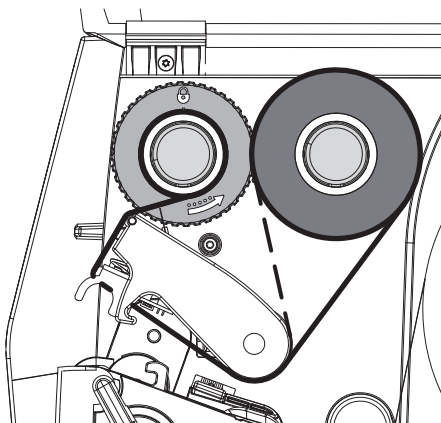

Bild 13 Transferfolienlauf
5. Position des Randstellers auf dem Aufwickler an Breite des Folienkerns (4) anpassen und Folienkern auf den Aufwickler (2) schieben.
6. Transferfolie wie in Bild 13 durch die Druckbaugruppe führen..
► Transferfolie über den Etikettensensor (6) führen.
7. Transferfolienanfang mit einem Klebestreifen mittig am Folienkern (4) fixieren. Hierbei die Rotationsrichtung des Transferfolienaufwicklers entgegen dem Uhrzeigersinn beachten.
8. Transferfolienaufwickler (2) entgegen dem Uhrzeigersinn drehen, um den Transferfolienlauf zu glätten.